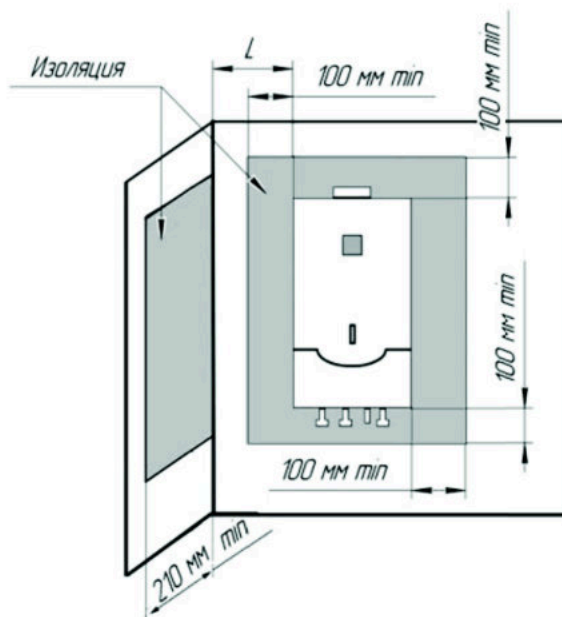

Рис. 3 Установка аппарата на трудносгораемых стенах.
5.6 Аппарат устанавливается на несгораемую кирпичную, бетонную (с облицовкой керамической плиткой или без неё) стену. Допускается установка аппарата на труднотлеющих стенах при условии изоляции стены оцинкованным листом толщиной 0,8-1 мм по листу базальтового теплоизоляционного картона БТК толщиной 3-5 мм. Изоляция стены должна выступать за габариты корпуса аппарата не менее чем на 100 мм с каждой стороны (см. рис.3), а расстояние от боковых поверхностей аппарата до труднотлеющих стен без применения изоляции должно быть не менее 250 мм. При уменьшении указанного расстояния до 150 мм необходима установка теплоизоляции.